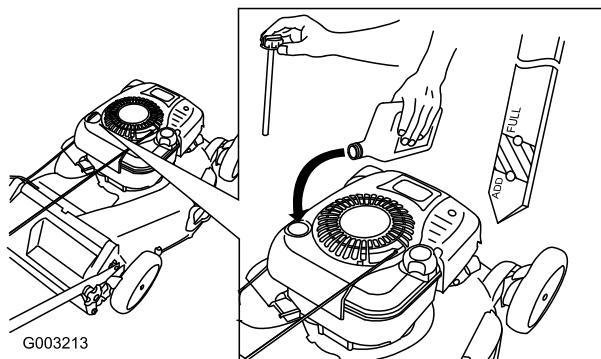

Figura 7
1. Togliete l'asta di livello (Figura 7).
2. Versate **lentamente** l'olio nel tubo di riempimento finché non raggiunge il segno di Pieno sull'asta (Figura 7). **Non riempite troppo.** (Riempimento massimo: 0,77 litri, tipo: olio detergente SAE 30W con service classification API di SF, SG, SH, SJ, SL o superiore.)